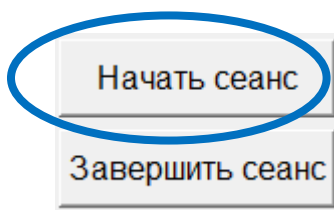

Рисунок 1.1.2
1.1.2 Для того, чтобы начать сеанс копирования электромеханик должен войти в систему (начать сеанс работы). Для этого ШН должен нажать кнопку «Начать сеанс» (рисунок 1.1.2).